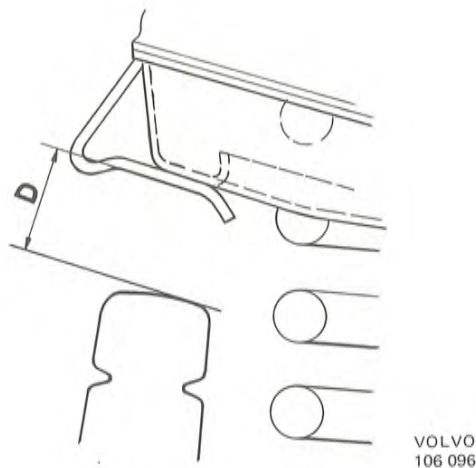

Bild 39. Monteringsläge
1. Komplettera länkarmen med ringar och brickor enligt bild 14 resp. 15. Sätt länkarmen på plats. Montera länkarmsaxeln. Håll länkarmen så att avståndet mellan gummibuffert och framaxelbalk (mått D bild 39) blir cirka 30 mm.